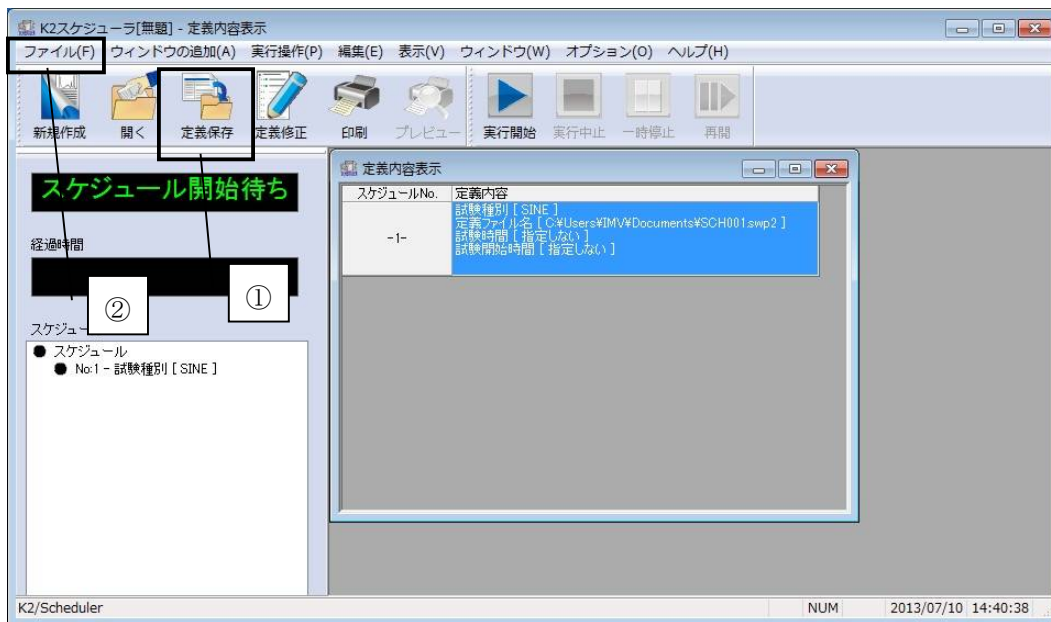

Fig. 2-4-1 スケジュール定義完了画面
こうして定義されたスケジュールは名前をつけて保存することができます。スケジュールの定義が終了した画面をFig. 2-4-1に示します。定義内容を保存するにはFig. 2-4-1のツールバーから①「保存」を押下するか、メニューの②「ファイル」から「上書き保存」あるいは「名前をつけて保存」を選択します。